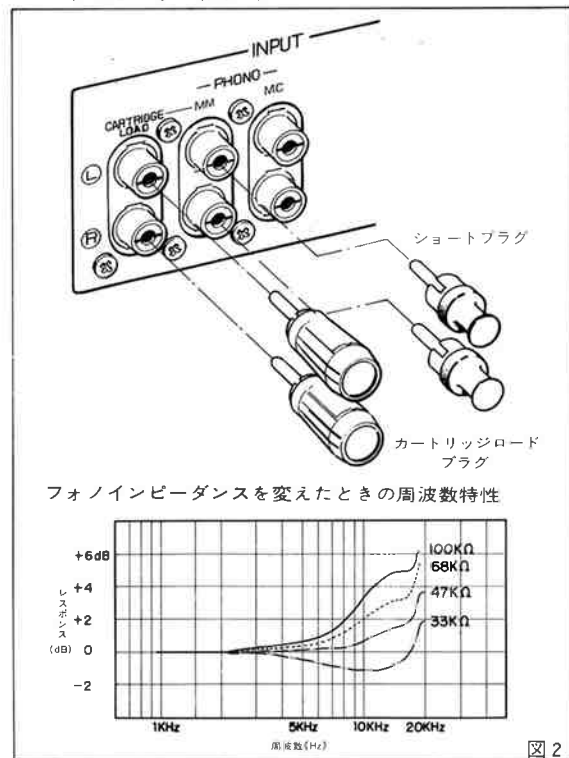

図2
- ・指示負荷抵抗が100KΩの場合は、何も接続しないでください。(図2)
※付属のショートプラグは、不要なノイズや誘導を受けないために使用しないPHONO MM端子に差し込んでおいてください。(図2)